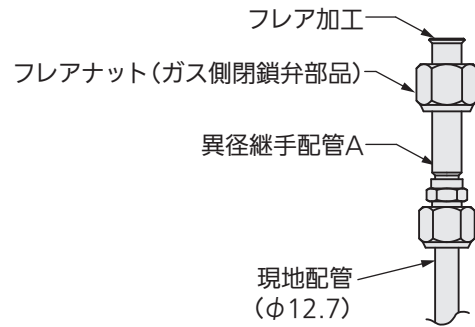

図 2
- 付属の異径継手配管 A, B を使って図 2 のとおり接続してください。